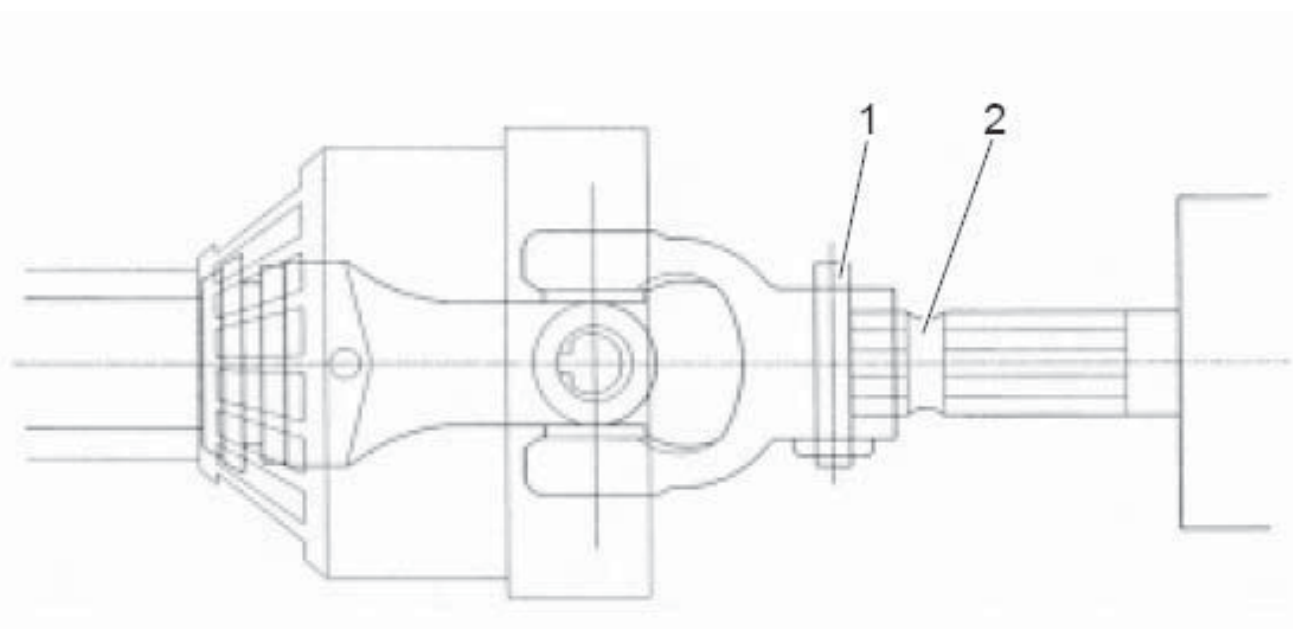

Fig. 10.4 – Jonction arbre à cardan avec prise de sécurité
Avant d'effectuer la jonction, vérifier que la prise de sécurité 1 (fig. 10.4) glisse librement. Dans le cas contraire, effectuer sa lubrification éventuelle.
- Enclencher et pousser l'arbre à cardan sur l'arbre cannelé de la boîte d'engrenages jusqu'à l'arrêt (fig. 10.4).